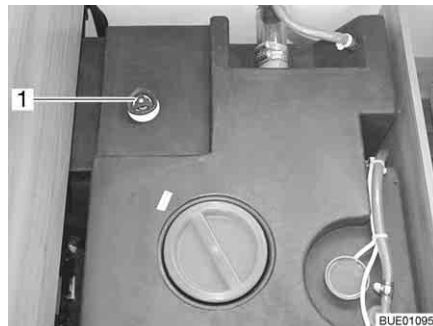

Bild 239 Wassertank mit Drehgriff
- Auf dem Wassertank den Drehgriff (Bild 239,1) entgegen dem Uhrzeigersinn über den Widerstand hinaus bis zum Anschlag drehen, um die Ablauföffnung vollständig zu öffnen.